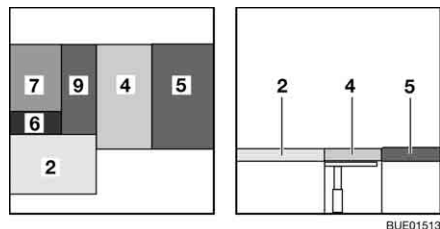

Bild 151 Efter ombyggnaden
- Lägg ryggdynan (Bild 151,4) på bordet.
- Lägg ryggdynan (Bild 151,9) på bordet.